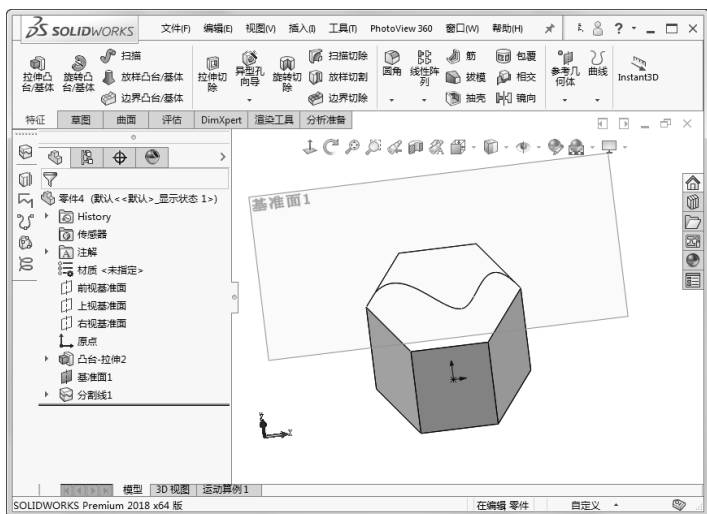

图 3-36 生成的分割线及其 FeatureManager 设计树
11) 单击 $\checkmark$  (确定)按钮,生成的分割线及其 FeatureManager 设计树如图 3-36 所示。